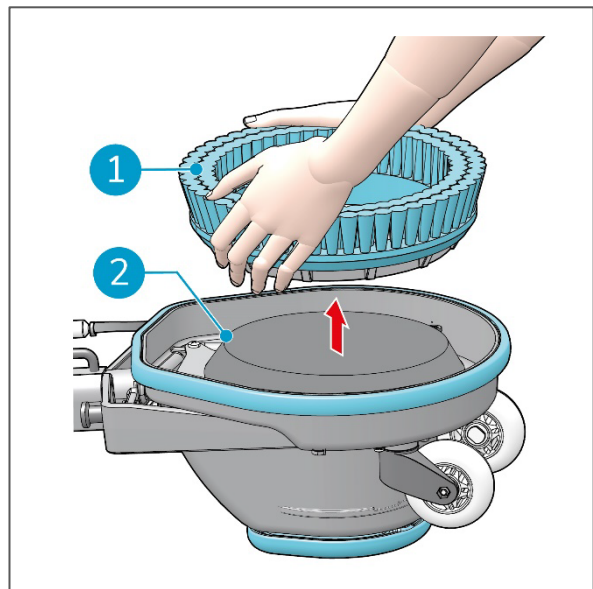

Figure 28
2. Posez l'i-scrub sur le dos avec la poignée posée sur le sol (Figure 28).
3. Tirez sur la brosse (Figure 28, pos 1) à partir du plateau de support (Figure 28, POS 2).